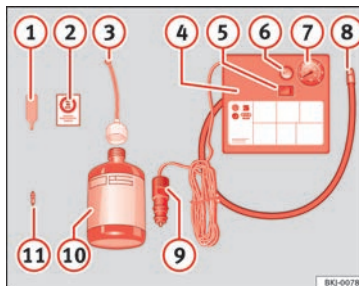

Bild 73 Standardtyp: Innehåll i däckreparationssatsen.
- Skruva ur däckets ventilhatt och insats. Använd verktyget » bild 73 ① för att ta bort insatsen. Placera den på en ren yta.
- Skaka flaskan med tätningsmedel för däck en kraftigt » bild 73 ⑩.
- Skruva på påfyllningsslangen » bild 73 ③ på flaskan med tätningsmedel. Flaskans tätning bryts automatiskt.
- Ta bort förslutningen från påfyllningsslangen » bild 73 ③ och skruva fast slangens på däckventilens gänga.
- Sätt tillbaka pluggen på däckventilen med hjälp av verktyget » bild 73 ①.
- Skruva fast påfyllningsslangen till kompressorumpen » bild 73 ⑧ i ventilen.
- Kontrollera att luftningsskruven är stängd » bild 73 ⑥.
- Sätt i kontakten » bild 73 ⑨ i bilens 12-volts eluttag » » sidan 148.
- Slå på luftkompressorn med ON/OFF-brytaren » bild 73 ⑤.